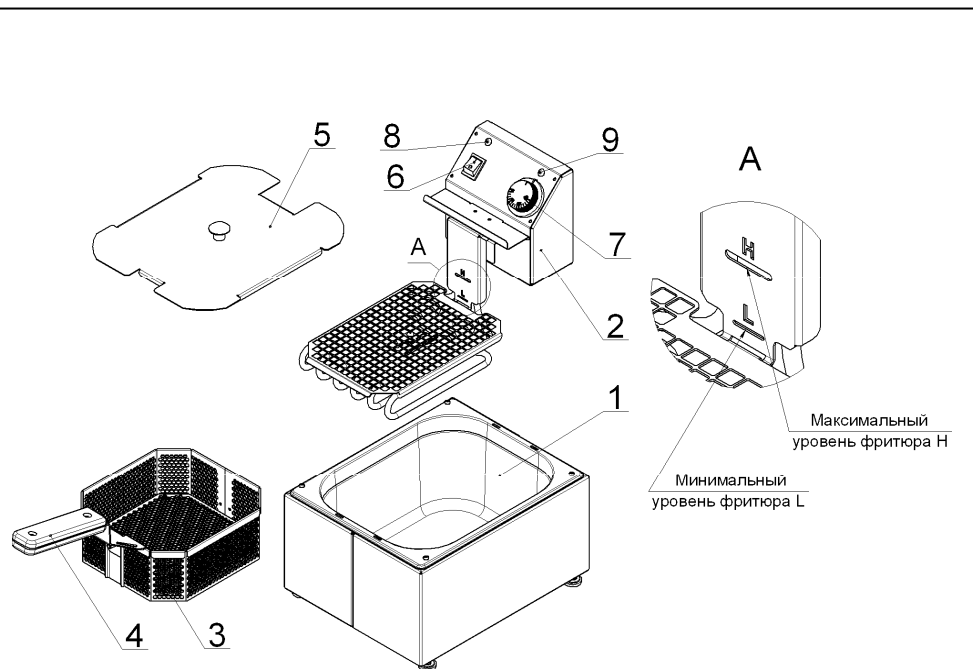

Рис.1
Фритюрница (рис.1) состоит из ванны (1), блока управления с приборами и ТЭНом (2), корзины (3) со съёмной ручкой (4) для загрузки продукта в ванну и крышки (5). Ванна закреплена в корпусе фритюрницы и представляет собой гастрономическую ёмкость из нержавеющей стали со стандартными размерами. Ванна заполняется фритюрным маслом не ниже отметки минимального уровня (L – low – низкий) и не выше отметки максимального уровня (H – high – высокий). Во время работы фритюрницы ванна закрывается крышкой.